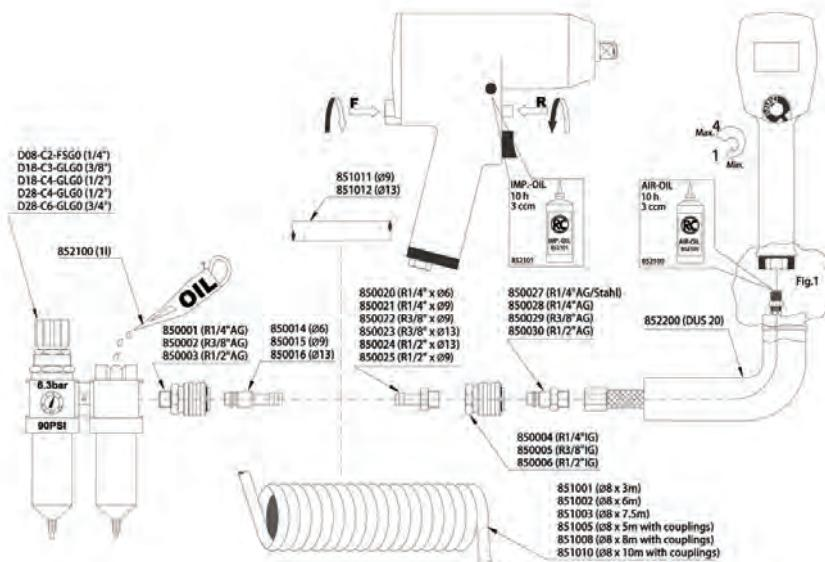

Fig. 01:
- Connect device as shown in Fig.01.
- The intended use of this impact wrench is with impact rated sockets operating upon threaded fasteners. To operate,pull trigger(1) on handle. To operate in forward rotation, push the reverse pin(2). To operate in reverse, pull the reverse pin(2).
- This impact wrench is equipped with a regulator(3) to enable adjustment of output power. Turn the regulator knob counter-clockwise for maximum power, clockwise to reduce power.
- Connectez l'appareil comme sur la figure 01.
- Cette clé à chocs est prévue pour être utilisée avec des douilles à chocs agissant sur des dispositifs de fixation vissés. Appuyer sur la gâchette située sur la poignée pour mettre en marche. Pour utiliser en mode de vissage, appuyer sur le bouton(1) de dévissage.Pour utiliser en mode dévissage(2), tirer sur le bouton de dévissage(2).
- Cette clé à chocs est équipée d'un régulateur(3) permettant de régler la puissance de sortie. Tournez le bouton du régulateur dans le sens inverse des aiguilles d'une montre pour augmenter la puissance et dans le sens des aiguilles d'une montre pour la réduire.